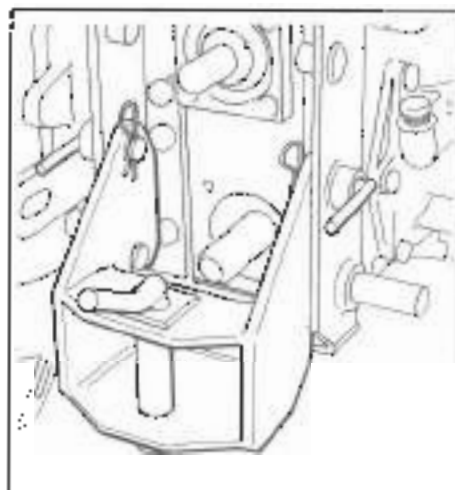

Fig. 12 - Bild 12
- b) Per i rimorchi ad un solo asse è consigliato collegare il timone in una posizione bassa. Il pianale deve essere orizzontale ed il carico distribuito uniformemente su di esso (fig. 12).
- For single-axle trailer:** it is recommended the drawbar be angled at 10° to 15° from the horizontal plane and the same angle determined (Fig. 12).
b) **Für Einachsanhänger** wird empfohlen die Zughaken in der gleichen Stellung einzuzeichnen. Die Plattform muss jedoch 10° bis 15° des Lotigen abgewinkelt sein (siehe Bild 12).